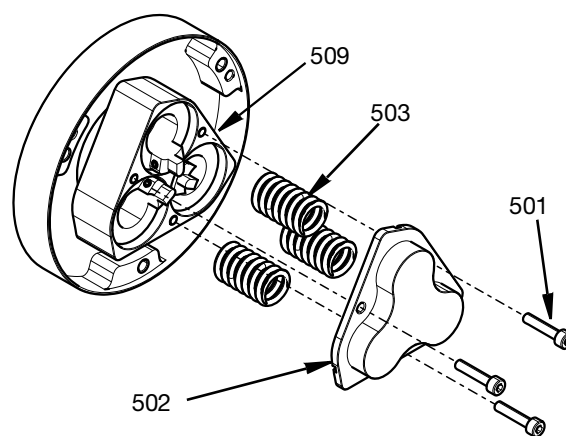

FIG. 10
2. Para acceder a las varillas de las válvulas de cierre (512) y a los pistones (506), primero quite los tres tornillos M4 (501). A continuación, puede quitarse la cubierta del cilindro (502) junto con los muelles (503). Consulte la FIG. 10.